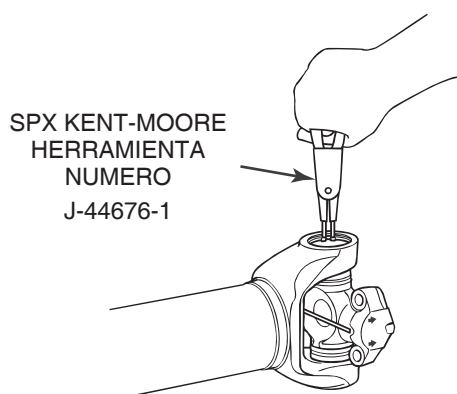

Figura 4.4
1. Use pinzas para aro elástico (SPX Kent-Moore numero de parte J-44676-1) para retirar los aros elásticos. Figura 4.4.